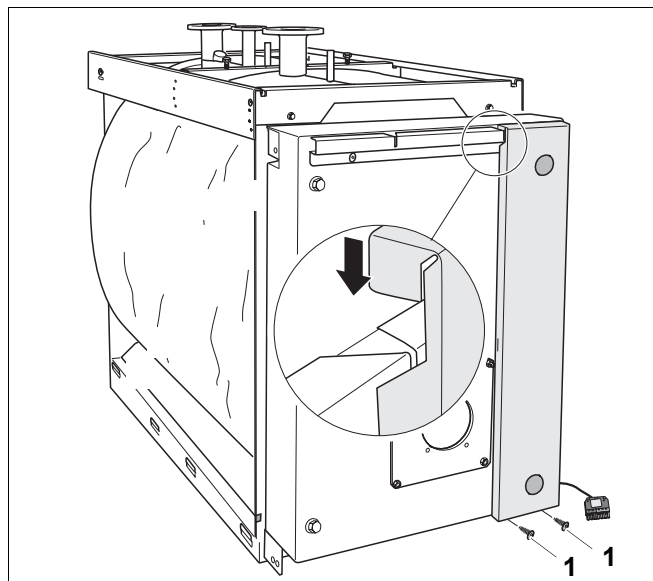

Рис. 14 Установка правой декоративной панели
- Подвесьте правую декоративную панель вверх в траверсу и закрепите внизу двумя самонарезающими винтами M5×10 (рис. 14, поз. 1).